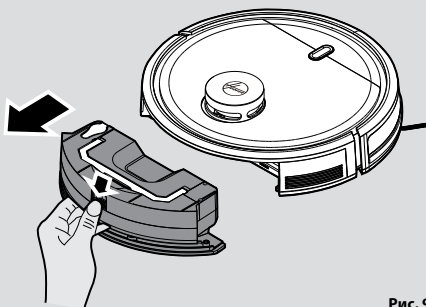

Рис. 9
1. Нажмите кнопку извлечения пылесборника и вытяните его. [Рис. 9]
1. После уборки пылесосом снимите резервуар для воды и пылесборник. Нажмите кнопку извлечения пылесборника и вытяните его. [Рис. 9]